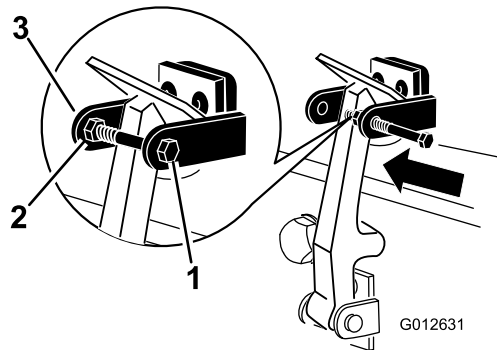

图6
7. 将螺栓拧入机罩门锁支架的另一个臂将门锁锁定到位图6。拧紧螺栓但不要拧紧螺母。